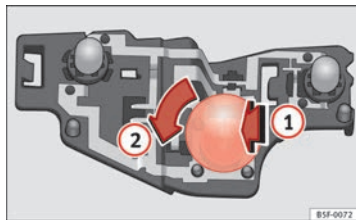

Abb. 156 Position der Glühlampen am Lampenträger.
- Drücken Sie die Lampe leicht in den Lampenträger ⇒ Abb. 156 **1**, drehen Sie sie anschließend nach links **2** und nehmen Sie die defekte Lampe heraus.